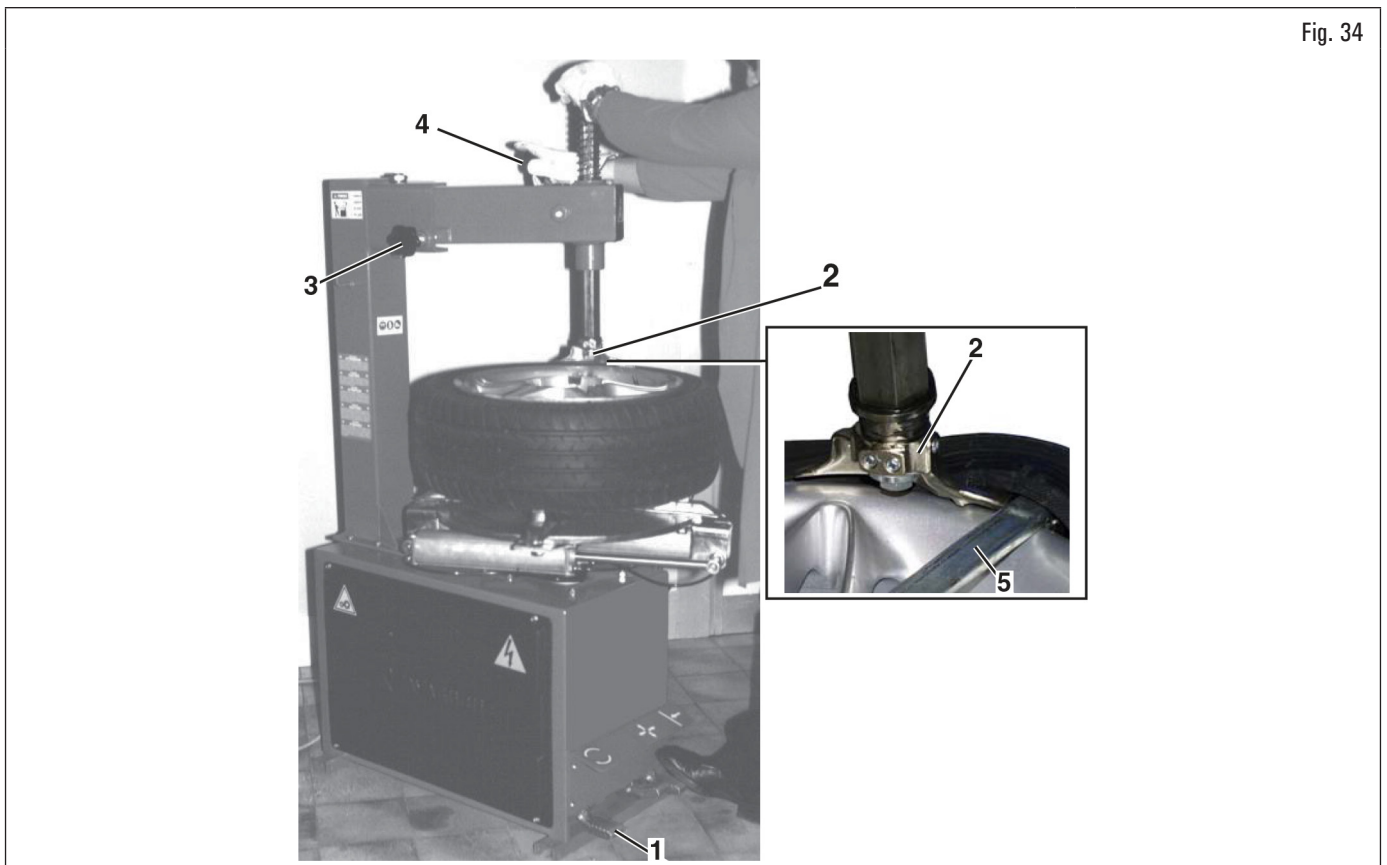

Fig. 34
Dopo avere bloccato la ruota, si procede allo smontaggio del pneumatico attenendosi alle seguenti istruzioni con riferimento alla Fig. 34:
1. schiacciare il pedale rotazione (Fig. 34 rif. 1) per fare girare la ruota in senso orario fino a quando il gambo della valvola non abbia raggiunto la posizione di "ore 1";
2. posizionare la testa utensile di smontaggio/montaggio (Fig. 34 rif. 2) sul bordo del cerchio tramite la manopola (Fig. 34 rif. 3);
3. bloccarlo in posizione agendo sulla leva (Fig. 34 rif. 4);
4. regolare la posizione di tangenza della testa utensile (Fig. 34 rif. 2) al cerchione tramite la manopola (Fig. 34 rif. 3);
5. con la leva (Fig. 34 rif. 5) sollevare il tallone al di sopra dell'estremità destra della testa utensile di montaggio e posizionarla in parallelo con il disco del cerchio premendo contemporaneamente sulla fiancata dello pneumatico nella posizione di "ore 6";
6. premere il pedale rotazione (Fig. 34 rif. 1) per fare girare la ruota in senso orario fino a quando l'intero tallone non sarà smontato dal cerchio. In fase di rotazione della ruota, la leva alzatallone scivolerà via dalla testa utensile di montaggio portandosi sul bordo del cerchio;